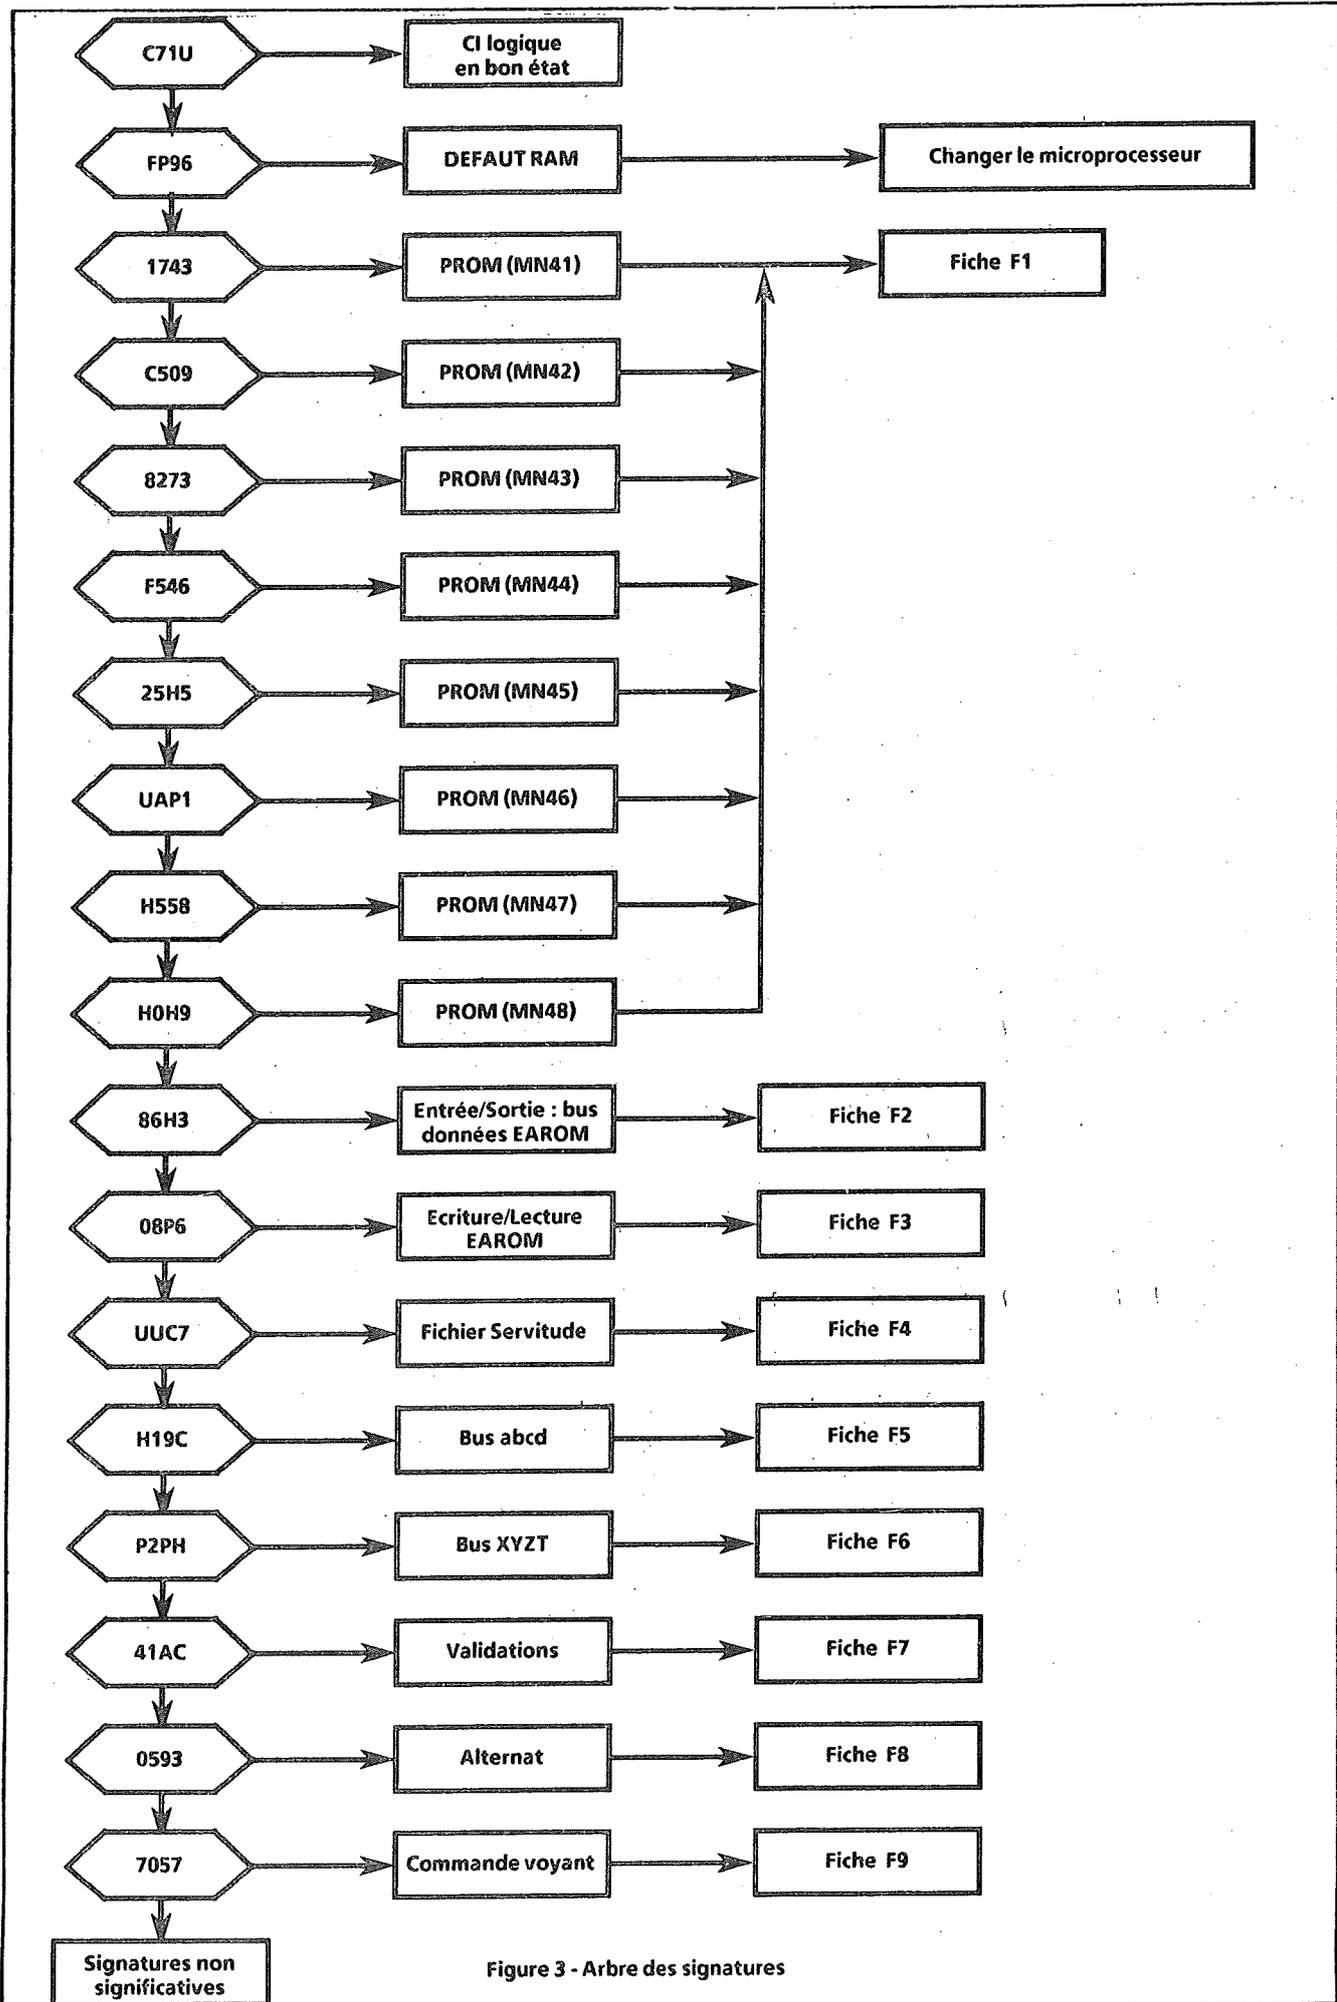

Figure 3 - Arbre des signatures
- A ce stade du test, si le voyant «GATE» clignote, alors le programme de maintenance se déroule. Une signature doit donc apparaître sur l'afficheur de l'analyseur. Consulter l'arbre des signatures (fig. 3).
Exemple 1 (fig. 3) :
Exemple 2 (fig. 3) :